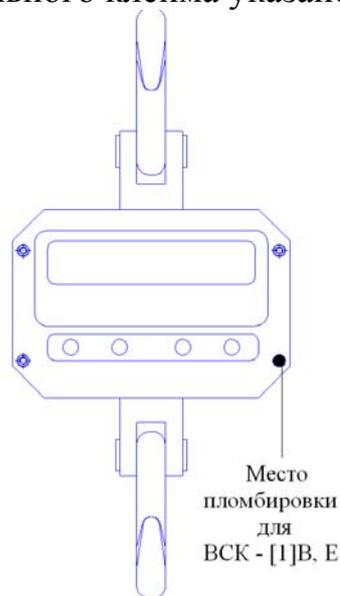

Рисунок 3 Схема пломбировки весов ВСК от несанкционированного доступа
6.4.2 Наличие оттиска поверительного клейма проверяют при периодической поверке. Место нанесения оттиска поверительного клейма указано на рис.3.